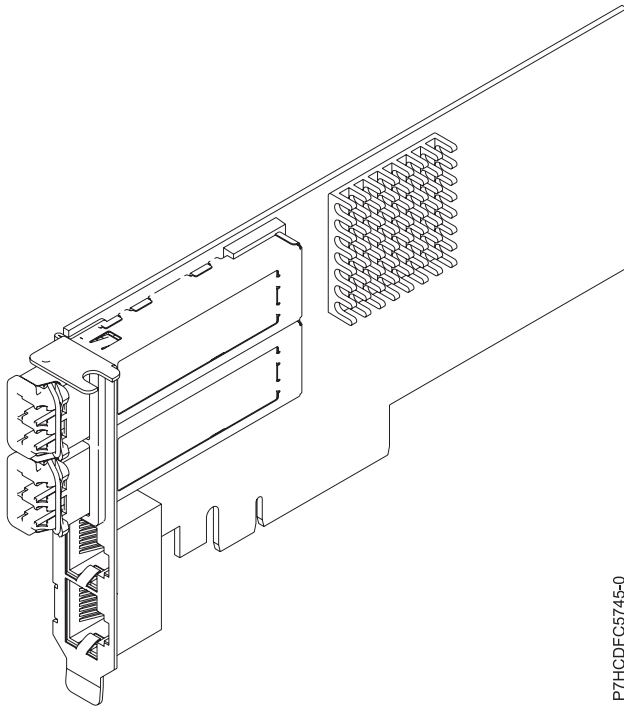

Figura 33. Adaptador FC EL38
El adaptador de cuatro puertos suministra dos puertos SFP+ /conectables de pequeño tamaño) de 10 Gb FCoE SR y dos puertos Ethernet de 1 Gb RJ45. Los dos puertos FCoE de 10 Gb están conectados mediante conectores de tipo pequeño (LC). Cada puerto FCoE proporciona conectividad Ethernet con una velocidad de datos nominal de 10 Gbps (gigabits por segundo). Cada uno de los puertos de 1 Gb proporciona conectividad Ethernet a una velocidad de datos de 1 Gbps y está conectado con cables Ethernet. Una velocidad de datos de 10 Mb no está soportada. La Figura 33 en la página 97 muestra el adaptador FC EL38.